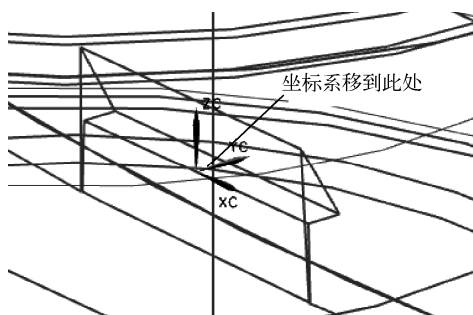

图 8-92 平移坐标系
(3) 选择菜单命令【格式】→【WCS】→【原点】，将 WCS 坐标系定位于边线的中点，如图 8-92 所示。这里+YC 方向正好是指向抽芯外侧，因此不需要调整坐标系的方向。